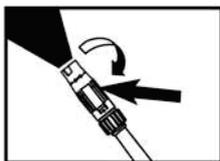

Рис.2
-Для расширения струи, удерживайте заднюю часть форсунки, затем поверните переднюю часть форсунки по часовой стрелке (**рис. 2**);
**ВНИМАНИЕ!** Для очистки поверхностей автомобиля установите широкую струю распыления (**рис. 2**)